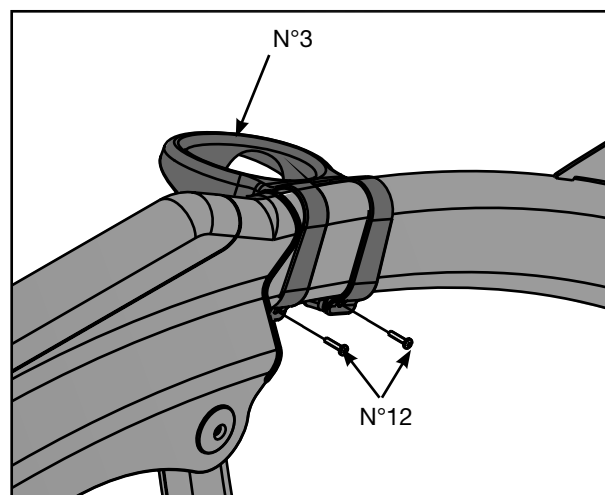

Figure 7
- C. A l'aide d'un tournevis Phillips, fixez le porte-bouteille d'eau (n° 3) sur le châssis au moyen des deux vis 8-16 x 0,75 (n° 12). Reportez-vous à la figure 7. **REMARQUE :** Ne serrez pas excessivement les vis.